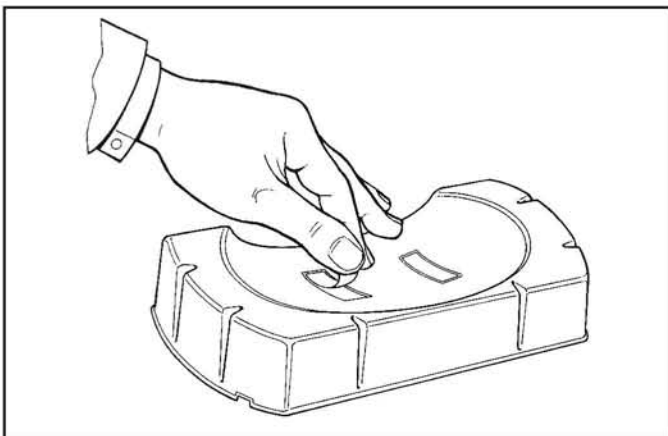

Figura 2
- 2) Antes da montagem da bandeja, remova a película de proteção do adesivo (liner) utilizando uma ferramenta pontiaguda para levantar sua extremidade e, em seguida, remova-a manualmente. Esta operação deve ser feita apenas no momento da montagem. Contatos indevidos no adesivo prejudicam sua aderência (ver figura 2).